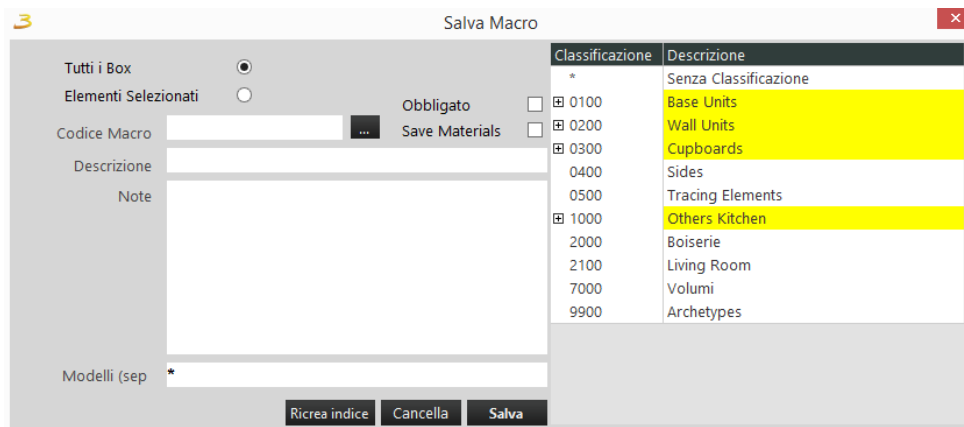

Figura 4.31: Creazione macro
**CREA MACRO:** salva una macro, figura 4.31;